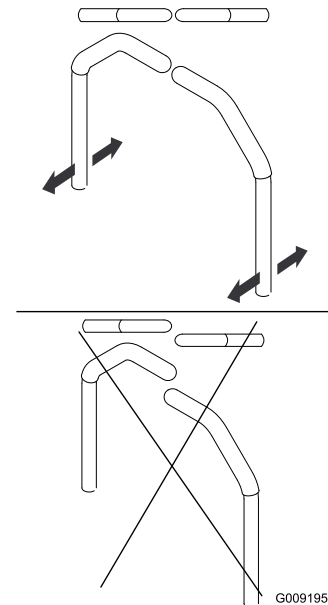

Bild 77
4. Richten Sie die Hebel in Längsrichtung aus. Bringen Sie die Hebel zuerst in der Neutral-Stellung zusammen und schieben Sie die Hebel dann so lange, bis sie ausgefluchtet sind. Ziehen Sie dann die Schrauben an (Bild 77).